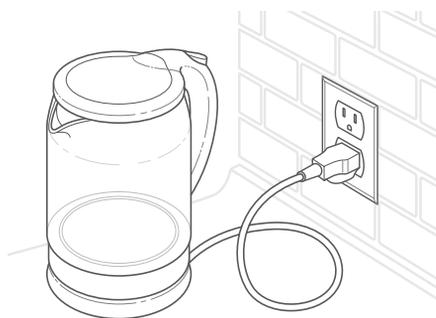

Figure 2.2
3. Refermez le couvercle et placez la bouilloire sur le socle et branchez-la. [Figure 2.2]